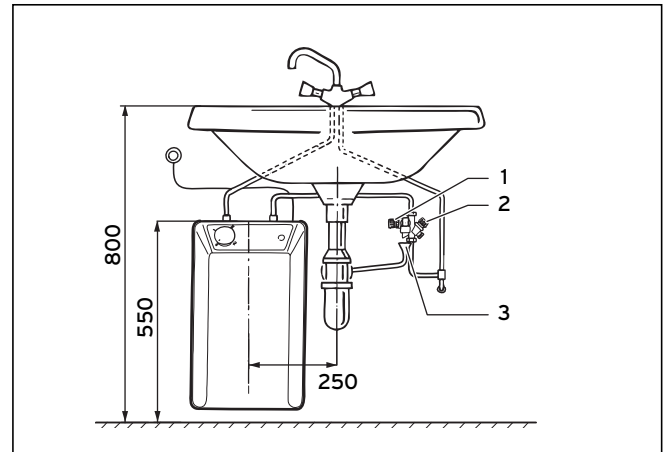

Abb. 5.3 Montagebeispiel, Maße in mm
- Messen Sie den gewünschten Aufhängeort ab (→ **Abb. 5.3 Montagebeispiel, Maße in mm**).
- Die Abblaseleitung (3 in → **Abb. 5.3 Montagebeispiel, Maße in mm**) muss mit stetiger Abwärtsneigung in frostfreier Umgebung in der Größe der Austrittsöffnung des baumustergeprüften Sicherheitsventils ausgeführt werden.
- Öffnen Sie das Kaltwasser-Absperrventil (2 in → **Abb. 5.3 Montagebeispiel, Maße in mm**).